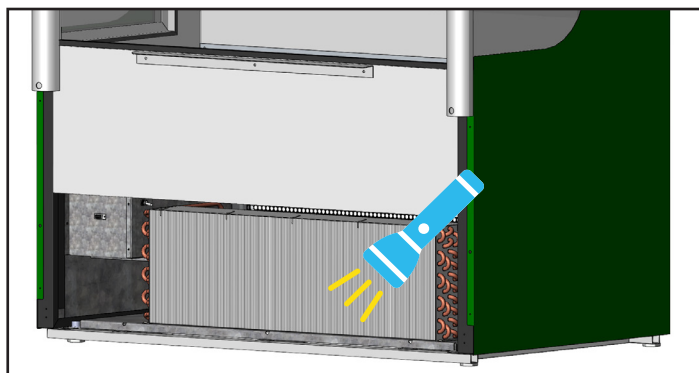

Fig. 5. Vérifiez que toutes les obstructions ont été éliminées.
4. Après élimination de la saleté de la surface du serpentin, vérifiez à l'aide d'une lampe torche que vous pouvez voir à travers la batterie et observer le mouvement des pales du ventilateur de condenseur. Voir Fig. 5.